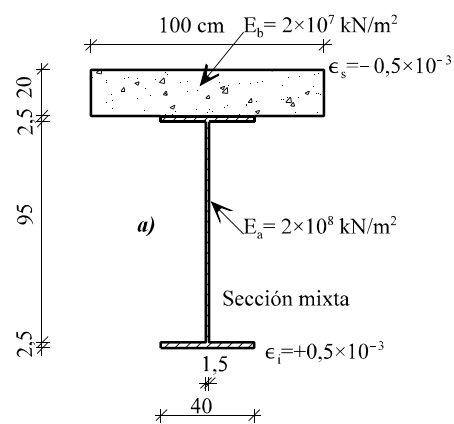

Figura 9
9) La sección en T de la figura 9 está formada por dos materiales cuyos módulos de elasticidad se dan en la propia figura. Pertenece a una viga cargada. En el laboratorio se miden sus deformaciones en las fibras extremas, que son las que se muestran en la propia figura. Se pide: